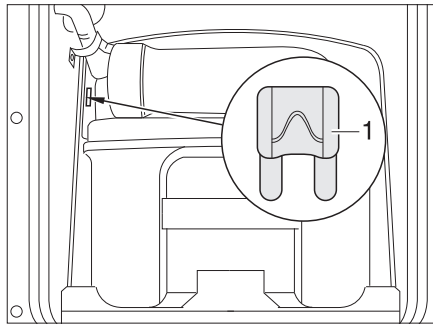
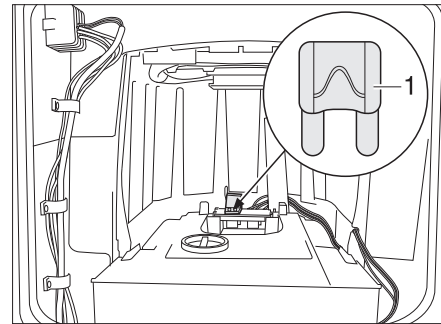

Bild 209 Sicherung der Thetford-Toilette
Bild 210 Sicherung der Thetford-Toilette (Alternative)
- Die Sicherung (Bild 209,1 bzw. Bild 210,1) wechseln.